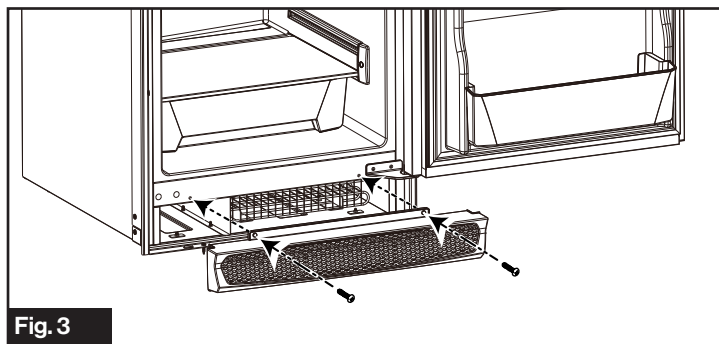

Fig. 3
3. Installez l'orifice d'aération, puis serrez les vis. (Fig. 3)